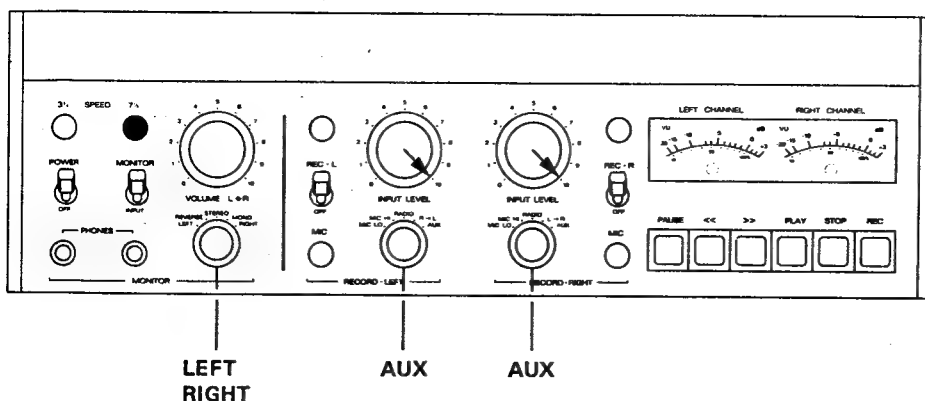

Fig. 6.5.-1
- Bedienungselemente nach Fig. 6.5.-1 einstellen.
- NF-Generator an Anschluss (48) AUX INPUT parallel anschließen.
- Klirrfaktor-Messgerät an Ausgang (51) OUTPUT anschließen.